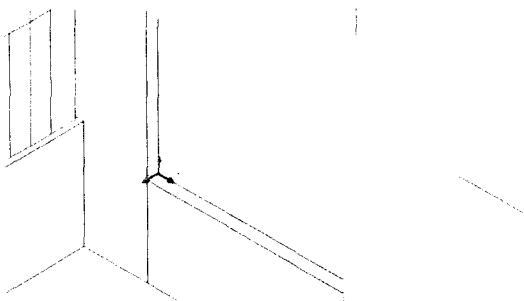

图 1-11
**【练习 1-6】**定义如图 1-11 所示的坐标系并保存。
(1) 在命令行中输入“UCS”，系统提示：